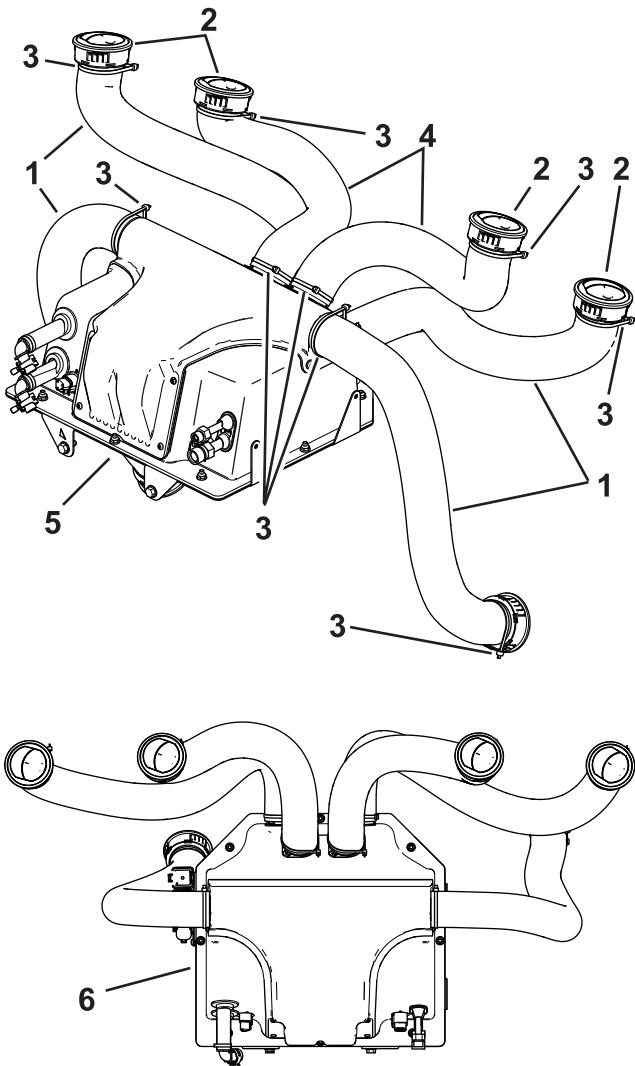

Figure 24
1. Fixez les 4 flexibles de bouche d'air (55 mm x 68,6 cm) sur les bouches réglables et les 2 flexibles de bouche d'air (55 mm x 45,7 cm) sur les bouches non réglables à l'aide de 6 grands attache-câbles, comme montré à la Figure 24.
2. Acheminez les tuyaux et installez les 4 bouches réglables dans les 4 trous du haut ; voir Figure 23 et Figure 24.
3. Acheminez les tuyaux et installez les 2 bouches non réglables dans les 2 trous du bas ; voir Figure 23 et Figure 24.
1. Fixez les 4 flexibles de bouche d'air (55 mm x 68,6 cm) sur le boîtier HVAC et les 2 flexibles de bouche d'air (55 mm x 45,7 cm) sur le couvercle d'admission d'air à l'aide de 6 grands attache-câbles, comme montré à la Figure 23 et la Figure 24.